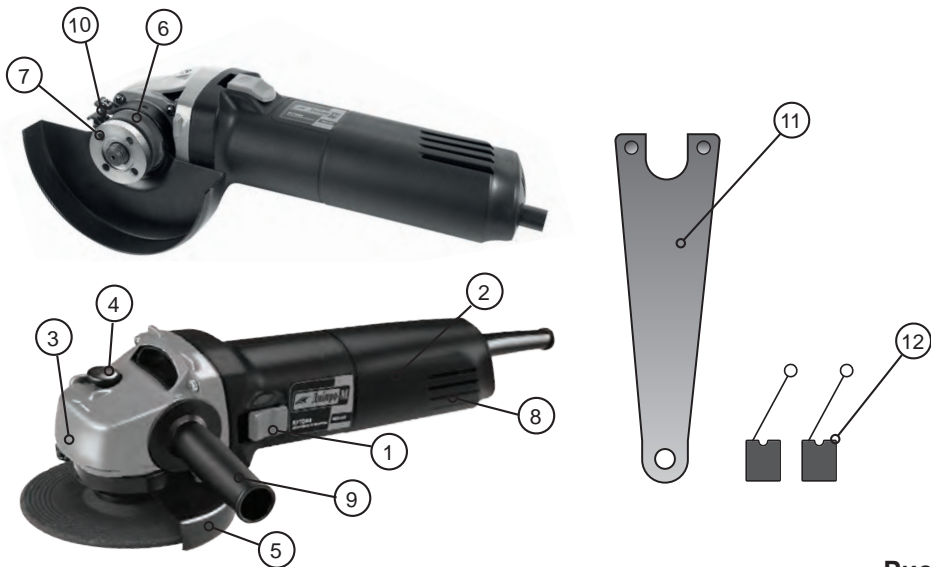

Рис.1
• Натисніть на кнопку блокування валу 4 (див. рис.1) для того, щоб заблокувати обертання шпинделя під час встановлення або зняття приладдя.
Встановіть додаткову рукоятку 9 (див.рис.1) в зручне для роботи положення і зафіксуйте, обертаючи її ручку за годинниковою стрілкою.
1. Послабте один з гвинтів 10 (див.рис.1), який здійснює притискання захисного кожуха 5 до КШМ.
1. Розмістіть внутрішній фланець **6** (див. рис.1) на валу шпинделя обгумованим боком до себе.
4. Встановіть і надійно закріпіть змінний інструмент. Перед покупкою виконання даного пункту не обов'язкове, але необхідно перевірити затягуючу гайку **7** (див. рис.1).